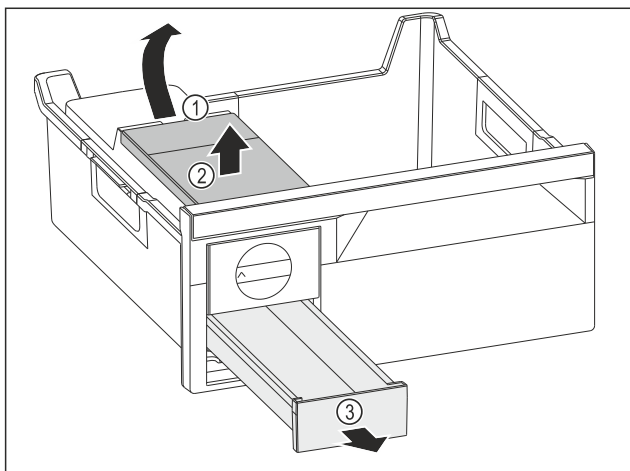

Fig. 171
- ▶ Fjern vanntanken: Løft opp vanntanken i fordypningen Fig. 171 (1).
- ▶ Fjern vanntanken Fig. 171 (2) ovenfra.
- ▶ Fjern isterningsskuff Fig. 171 (3) forfra.